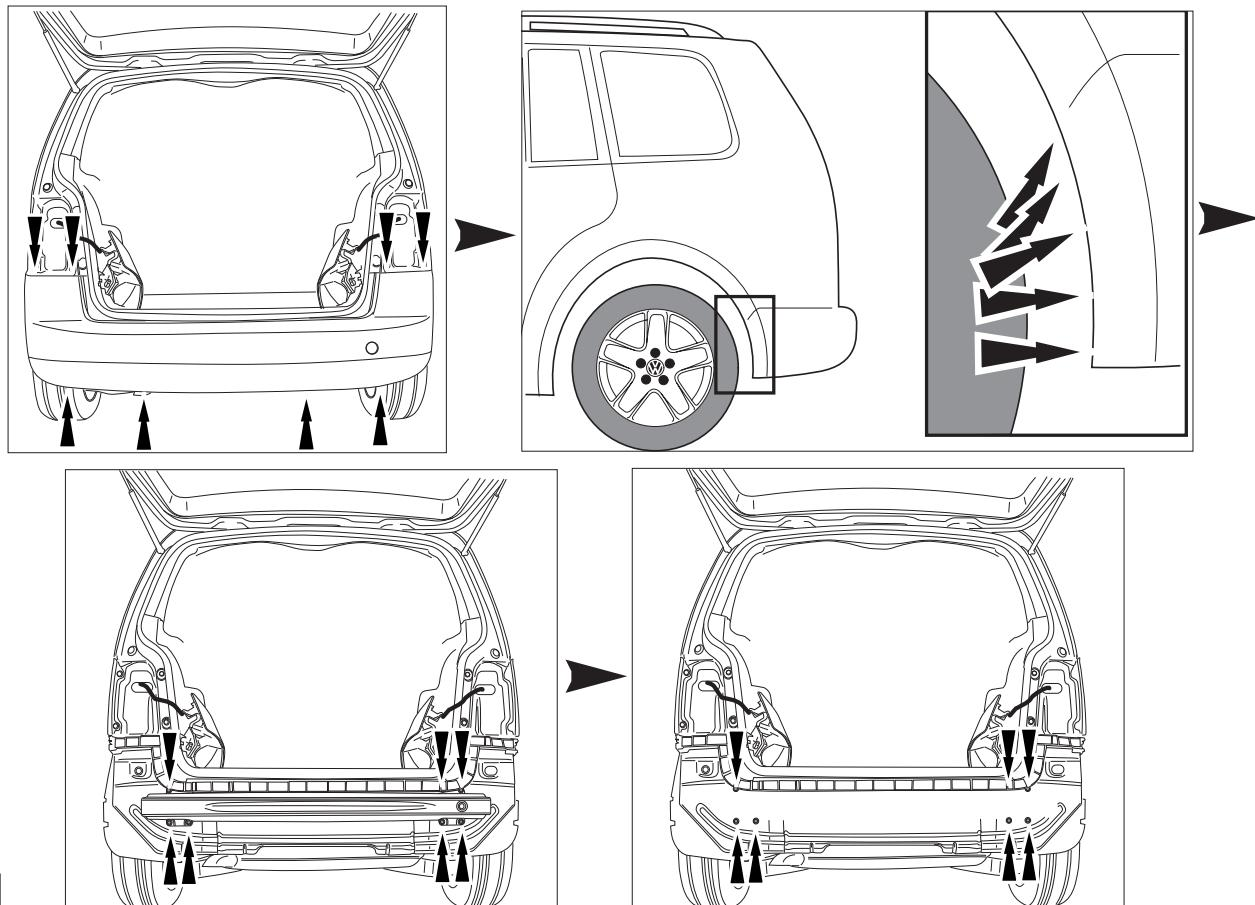

Fig. 1b
2. Die Stoßstange einschließlich des stählernen Stoßbalkens vom Fahrzeug abmontieren. Der Stoßbalken wird nicht mehr benötigt. Die Schrauben wieder anbringen (Abbildung 1b).